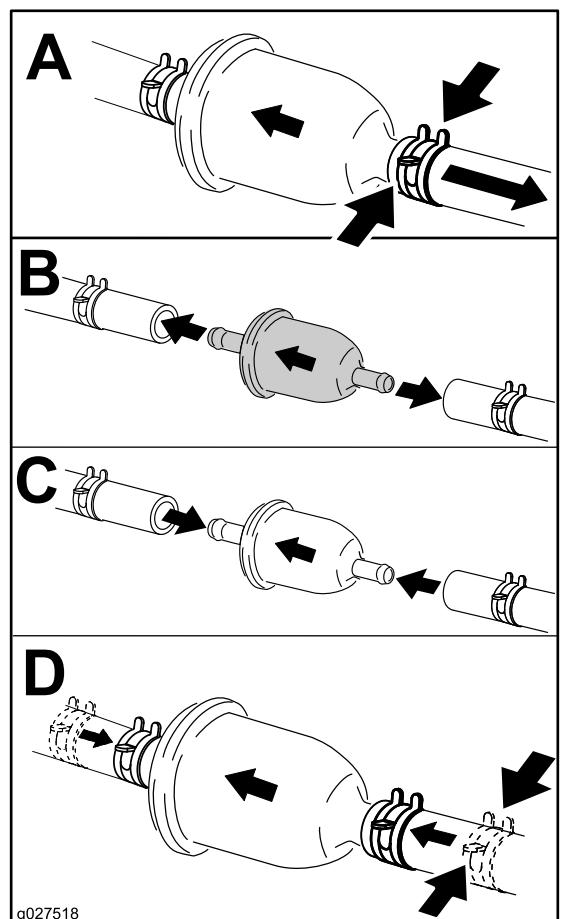

Figura 52
4. Substitua o filtro de combustível conforme se mostra na Figura 52.